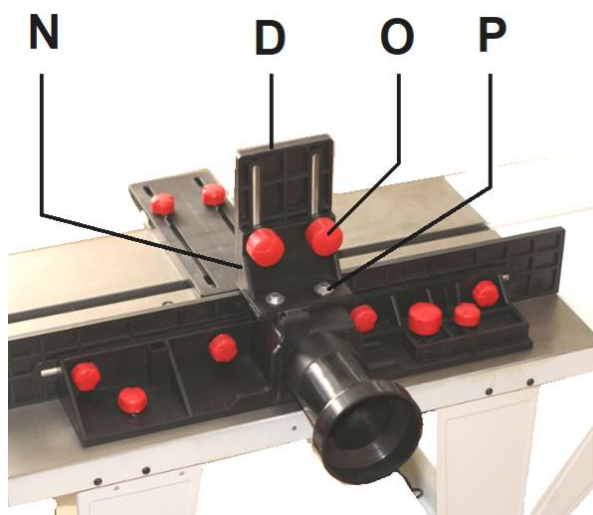

Рис. 11-1
Прикрепите опору прижима (N, Рис. 11-1) двумя болтами и гайками (P).